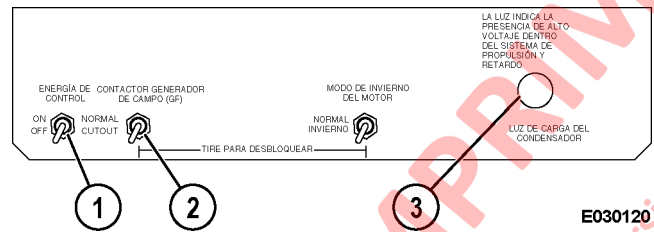

FIGURA 5-4. PANEL DE VISUALIZACIÓN DE INFORMACIÓN
4. Coloque el interruptor de corte GF (2, Figura 5-4) ubicado en el gabinete de control en la posición de corte.